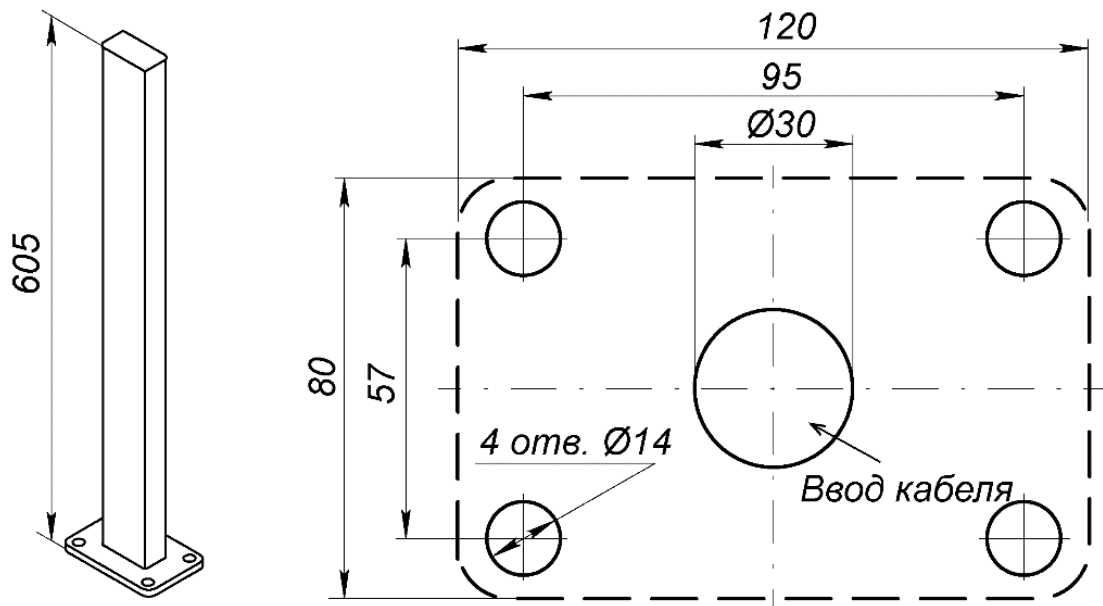

Рисунок 17. Внешний вид и схема разметки отверстий для установки **PERCo-GDS1**
Фотоэлемент безопасности может устанавливаться на стойке **PERCo-GDS1** (входит в дополнительный комплект поставки) (см. рис. 17).
2. Выполните в установочной поверхности отверстия под гильзы анкеров в соответствии со схемой разметки (см. рис. 17), а также штробы для проводов питания и соединения при необходимости. Размер отверстий на схеме указан для анкеров типа PFG IH8 («SORMAT»), при использовании других типов анкеров необходимо выполнять отверстия соответствующих им диаметра и глубины.